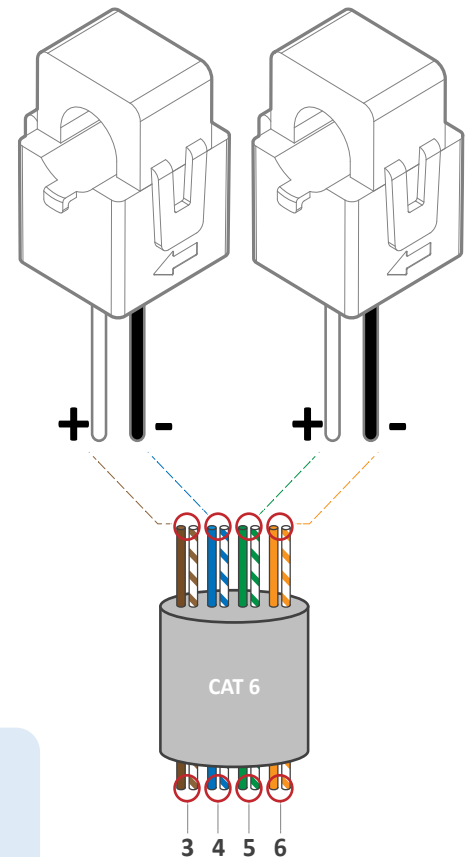

Figura 18: Extensión de sensores CT con cable CAT 6
- Si los cables deben ser extendidos, usar un cable CAT6 para crear la extensión (véase la figura 18).